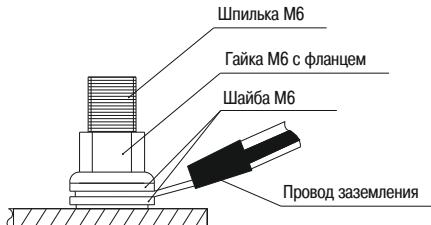

Рисунок 18 – Монтаж заземления
4.3 По завершении подготовки шкафа к эксплуатации произведите монтаж контура заземления. Для крепления проводов к шпилькам заземления используйте гайки M6 (с фланцем) (рисунок 18).